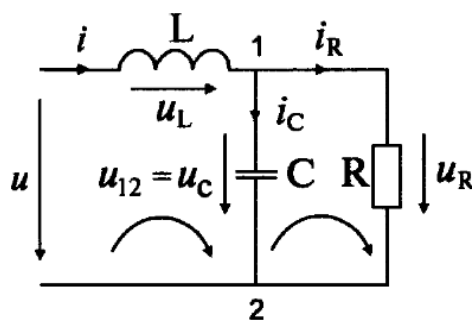

Рис. 1.41. Схема к задаче
**Задача.** К электрической цепи (рис. 1.41) приложено синусоидальное напряжение  $u = U_m \cdot \sin \omega \cdot t$ . Используя законы Кирхгофа, составить систему уравнений для токов в ветвях в дифференциальной форме и преобразовать ее в систему для комплексных токов.
**Решение.** Приняв условные положительные направления токов и напряжений и направления обхода контуров (рис. 1.41), система уравнений имеет вид